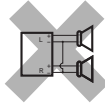
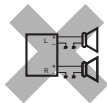

Fig. 1
Fig. 2
- If the speaker wiring in your car is as illustrated in Fig. 1 and Fig. 2 below, DO NOT connect the unit using that original speaker wiring. If you do, the unit will be seriously damaged.
- Ist die Lautsprecherverdrahtung wie unten in „Fig. 1“ und „Fig. 2“ abgebildet, das Gerät NICHT mit der Originalverdrahtung der Lautsprecher anschließen, da sonst das Gerät schwer beschädigt wird.
- Si le câblage des enceintes de votre voiture est comme montré sur la Fig. 1 ou Fig. 2 ci-dessous, NE CONNECTEZ PAS l'appareil en utilisant ce câblage original des enceintes. Si vous le faites, l'appareil sera sérieusement endommagé.
- Als de bedrading van de speakers eruitziet zoals hieronder staat afgebeeld in Fig. 1 en Fig. 2, mag het apparaat NIET worden aangesloten met behulp van deze oorspronkelijke speakerbedrading. Als u dat wel doet, zal het apparaat ernstige schade oplopen.